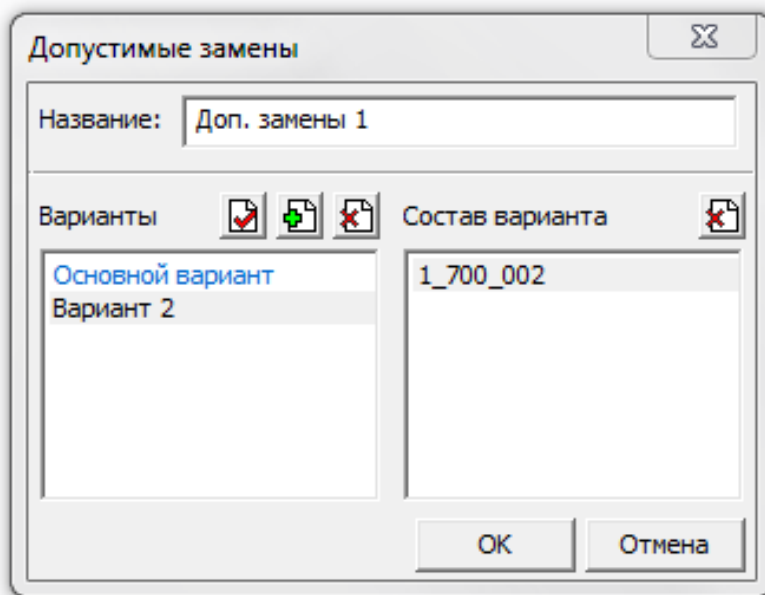

Рисунок 1.23
3. В появившемся окне (Рисунок 1.23) ввести нужное количество вариантов доп. замен, в Дереве состава выбрать компоненты состава варианта при помощи кнопок: